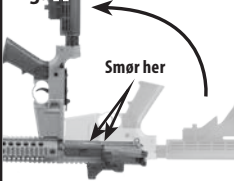

Fig. 12
- Træk ladehåndtaget netop så langt ud, at O-ringen i pakningen på bundstykket og åbningen i bundstykket kommer frem. Kom en dråbe RMC OIL på disse to steder (Fig. 12).